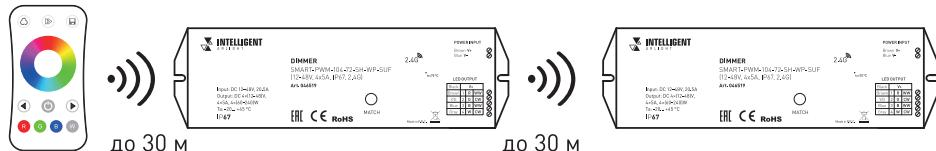

Рис. 2. Ретрансляция сигнала от пульта ДУ (до 30 м на открытом пространстве)
3.9. Все диммеры автоматически ретранслируют сигнал от пульта ДУ или панели управления (рис. 2). Расстояние между диммерами на открытом пространстве может достигать 30 м.